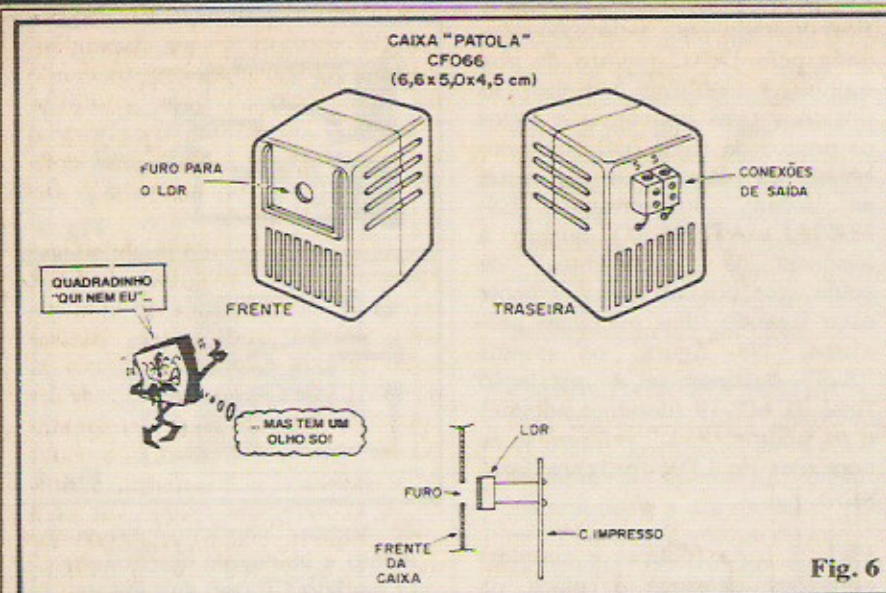

Fig. 6
- FIG. 6 - "Encaixando" a MP-19... São vários os pequenos **containers**, padronizados ou improvisados, que podem ser usados para proteção do circuitinho... Se o Leitor/"Aluno" optar pela nossa sugestão (ver **DIVERSOS/OPCIONAIS** na "LISTA DE PEÇAS"...), o aspecto final ficará elegante, com excelente aparência "profissional" (a partir